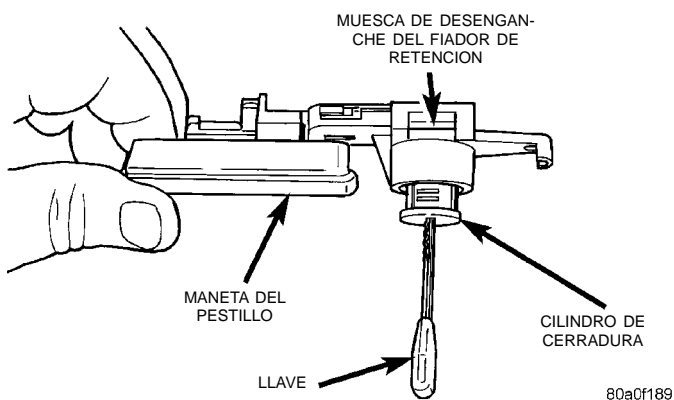

Fig. 20 Desmontaje/instalación del cilindro de cerradura de la guantera
- (1) Retire el pestillo y la maneta de la guantera tal como se describe en este grupo.
- (2) Introduzca la llave en el cilindro de la cerradura de la guantera.
- (3) Inserte un destornillador pequeño en la muesca de desenganche del fiador de retención y oprima el fiador (Fig. 20).